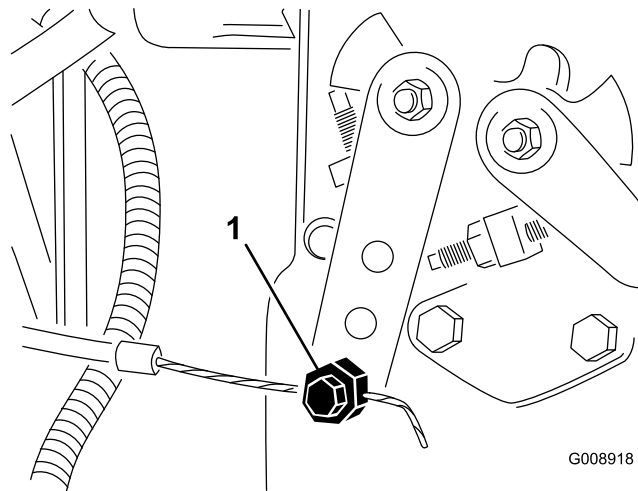

図 57
2. 噴射ポンプのレバー・アーム (図 57) の部分にあるスロットル・ケーブルのコネクタをゆるめる。